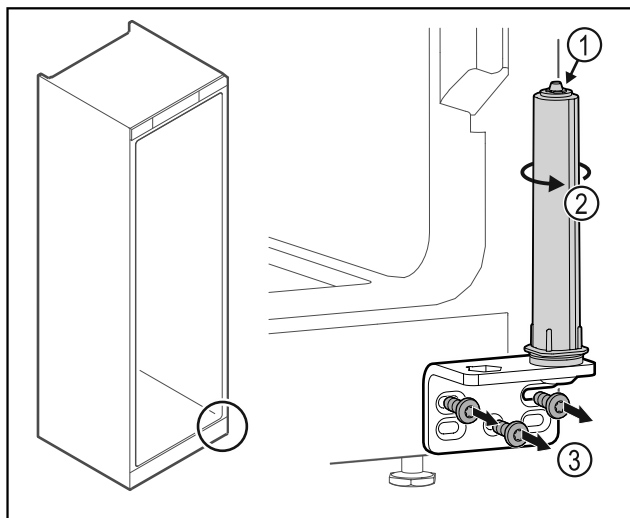

Fig. 27
- Ne pas désassembler le système de fermeture de la porte Fig. 27 (1).
- Tourner le système de fermeture Fig. 27 (2) jusqu'à entendre un clic.
- Dévisser l'équerre de charnière Fig. 27 (3).